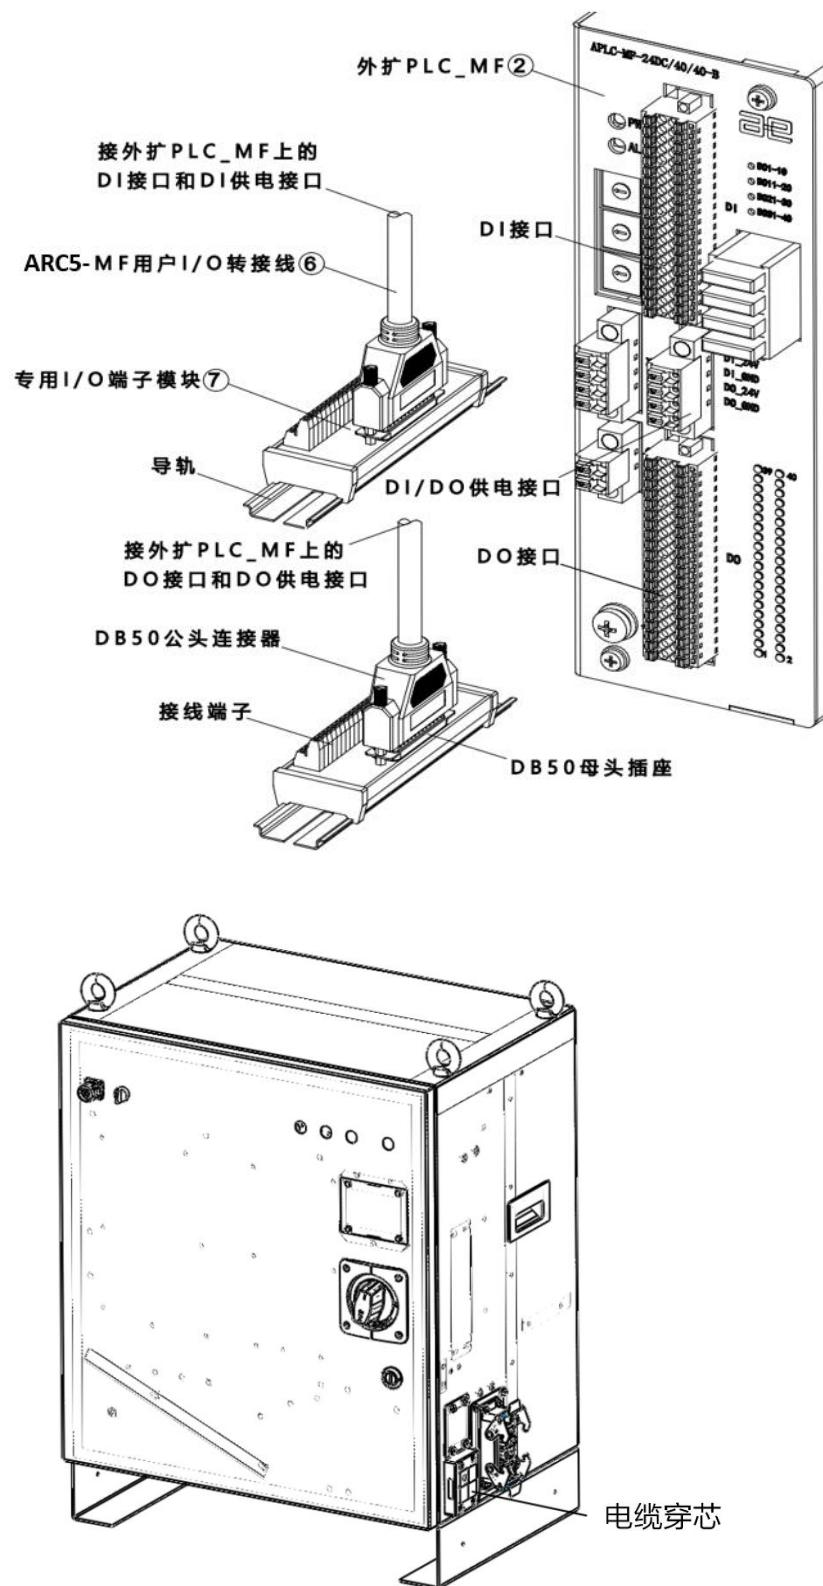

图 20-5 连接用户 I/O 端子示意图
另一端接在 ⑦ 用户 MF I/O 端子模块上，参考图 20-5。2 根 ARC5-MF 用户 IO 转接线通过控制柜右侧电缆穿芯接出柜体，PLC_MF 波特率设置参考表 19-14。